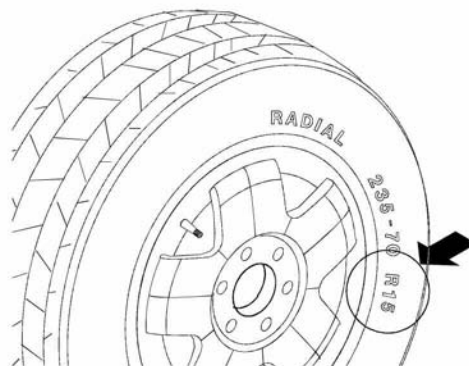

Figure 23
4.5.3. Diamètre de la jante - Relever le diamètre de jante inscrit sur le flanc du pneu (fig.23). Inscrire la valeur relevée en tournant le bouton de commande diamètre/fonction jusqu'à ce que la valeur souhaitée soit affichée.